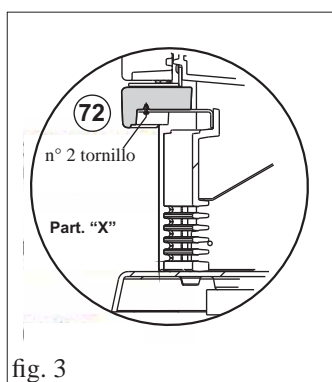

fig. 3
- Posicionar la parte frontal (72) y fijarla con los 2 tornillos M6x12 (utilizando llave Allen), como se indica en la figura "X" (fig. 3).